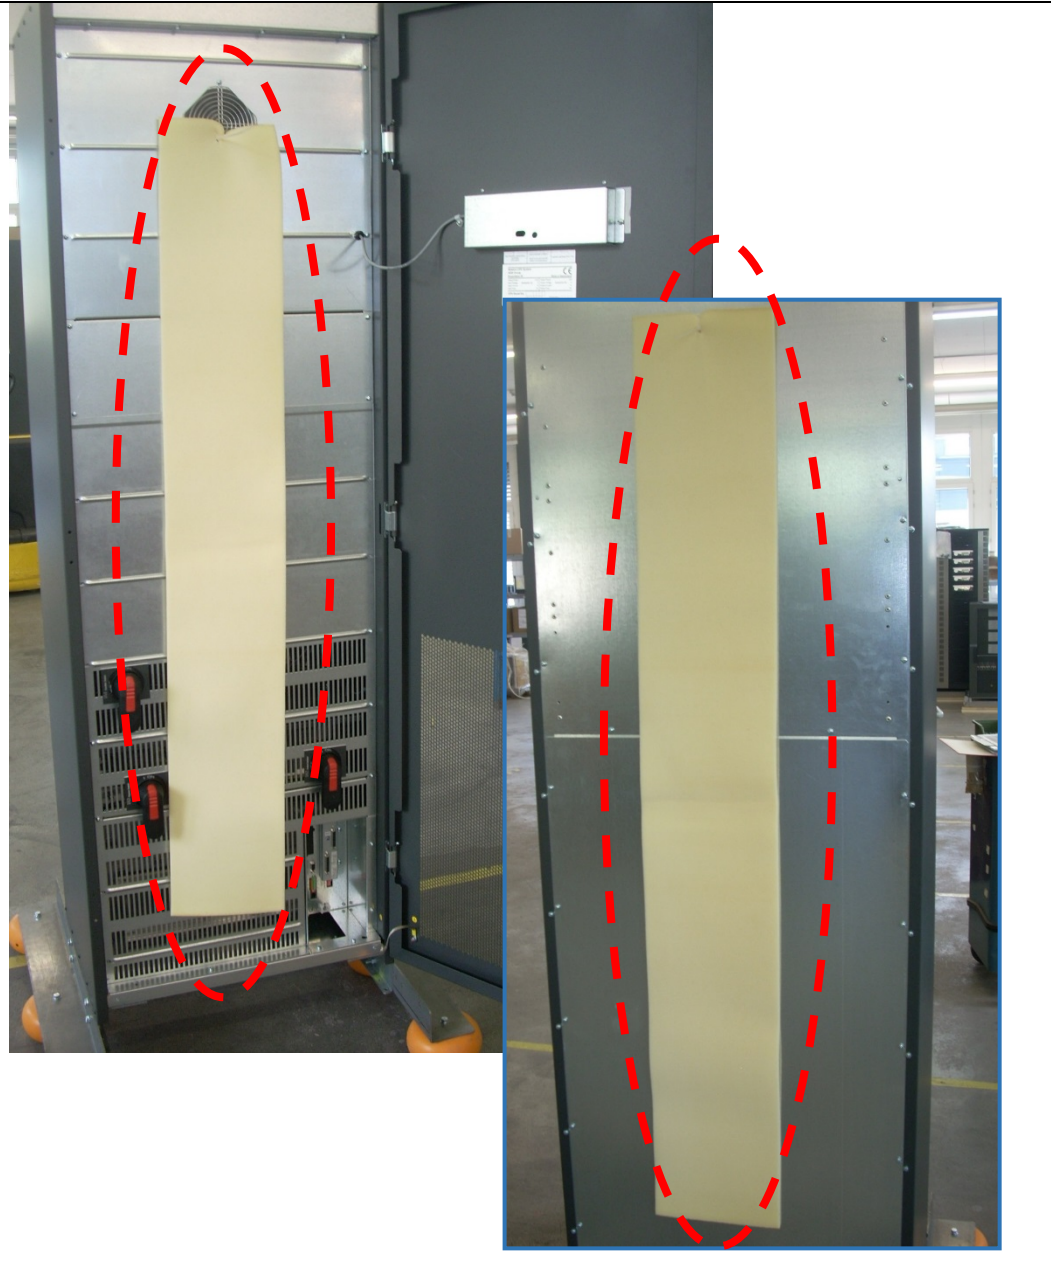

Abbildung 9: Fotos mit den beiden Feuchtigkeitsabsorbentern. Einer auf dem inneren Vorderteil der USV (links) und ein anderer auf der Rückseite (rechts).
4. Entfernen Sie die beiden Feuchtigkeitsabsorber. Einer befindet sich innerhalb des Vorderteils der USV: öffnen Sie die Tür mittels der Schlüssel, und ziehen Sie dann den Absorber heraus. Der andere befindet sich auf der Rückseite, wie in Abbildung 9 gezeigt (nächste Seite.)